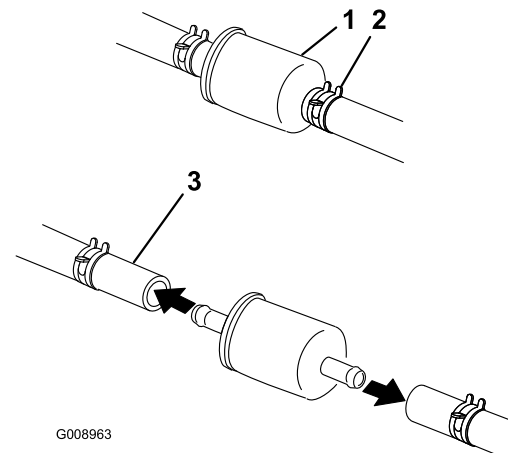

Figure 43
5. Pincez les extrémités des colliers et faites glisser ceux-ci pour les éloigner du filtre (Figure 43).
7. Posez un filtre neuf et rapprochez les colliers de fixation du filtre (Figure 43).